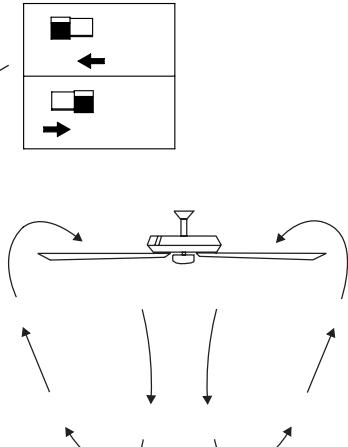

Fig. 25
**Fonctionnement par temps chaud :** Vers l'avant (dans le sens inverse des aiguilles d'une montre). Un flux d'air vers le bas crée un effet de refroidissement (Fig. 25). Cela vous permet de régler votre climatiseur sur un réglage plus chaud sans affecter votre confort général.